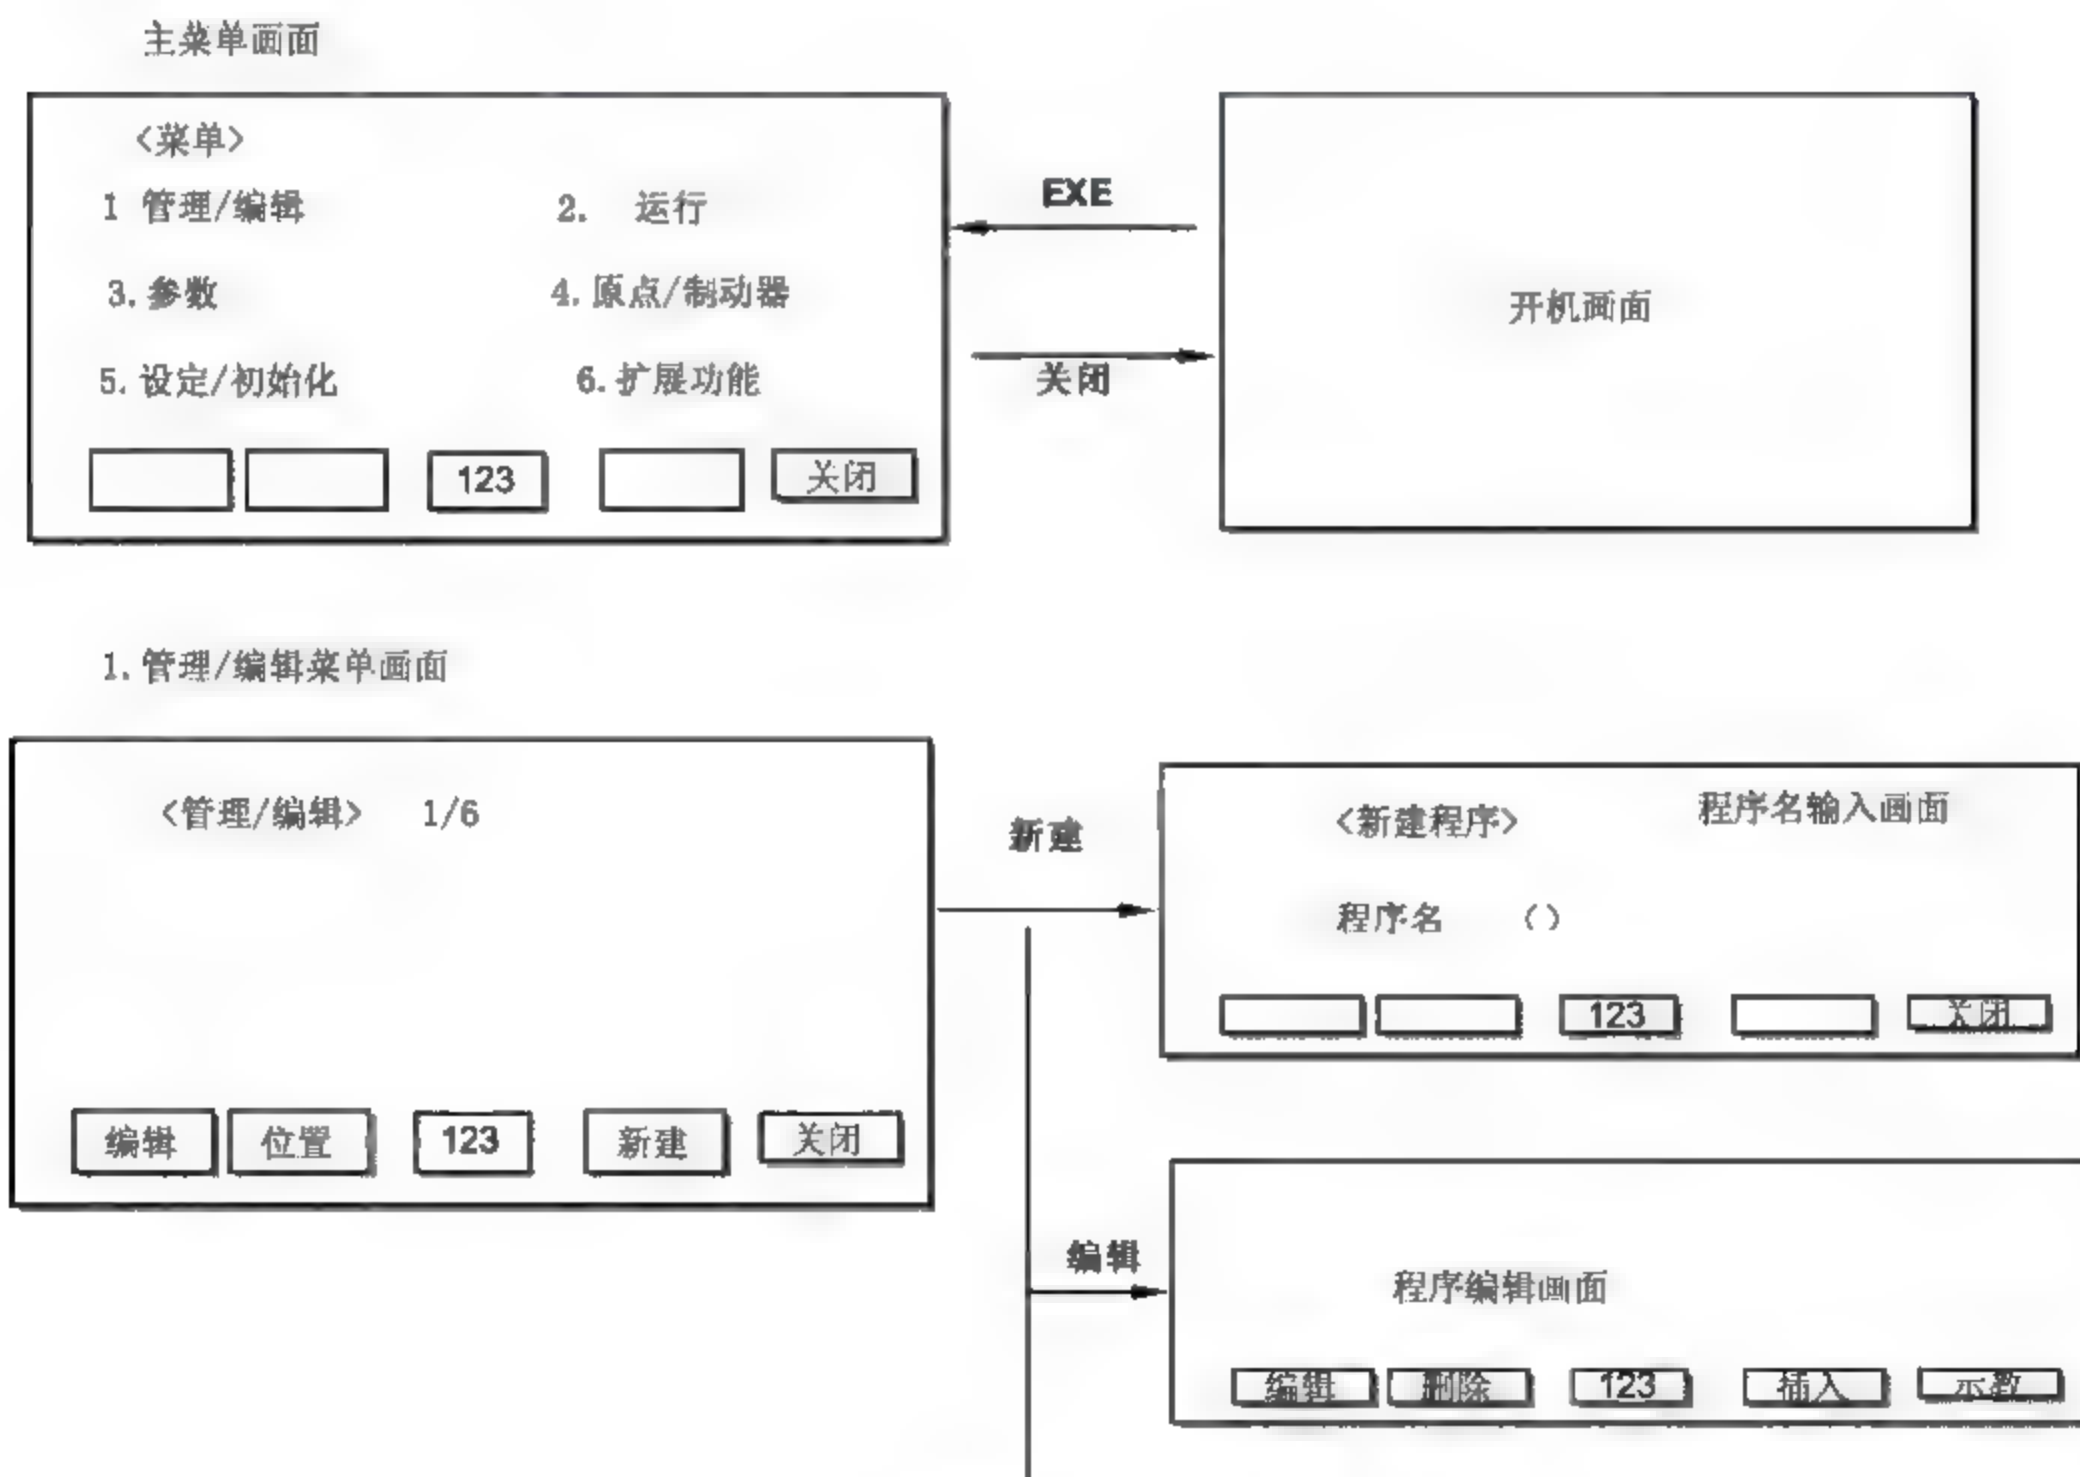

图 4 26 主菜单
(2) 按下对应跳转功能的 F2 键,进入跳转程序行号确认界面,如图 4 25 所示。
(3) 设置希望跳转的程序行号(例如:程序行号=5)。
(4) 光标跳到第 5 步程序行。
(5) 按下“前进”功能键,程序单步执行。